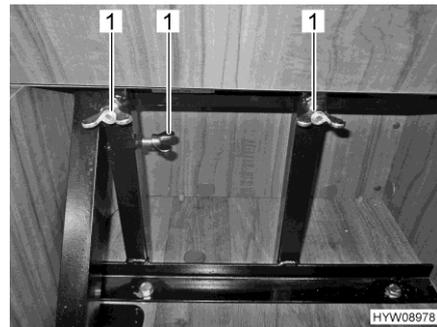

Fig. 17 Fissare il sedile installabile mediante dadi ad alette
- Fissare il sedile installabile mediante dadi ad alette (Fig. 17,1).